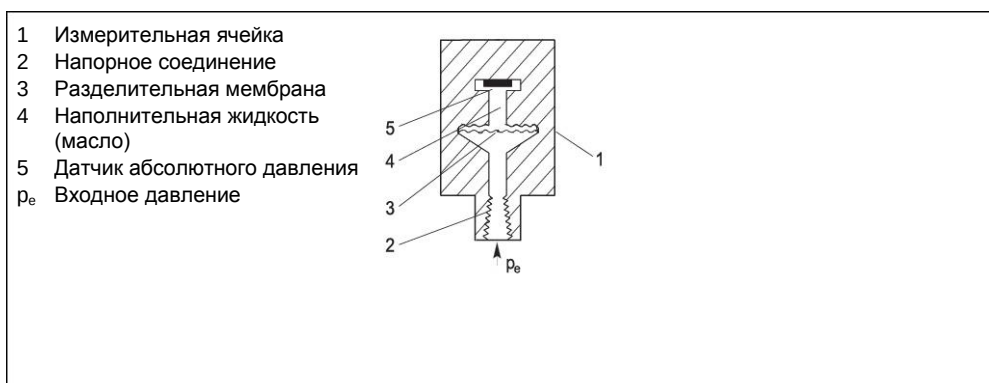

Рис. 10 Измерительная ячейка для абсолютного давления на основе серии для давления, функциональная схема
Давление передается через разделительную мембрану (№ 3 на рис. 10, стр. 20) и наполнительную жидкость (4) на датчик абсолютного давления (5), в результате чего прогибается измерительная диафрагма. Кроме того, изменяется сопротивление четырех пьезорезисторов в мостовой схеме, легированной в измерительную диафрагму. При изменении сопротивления на выходе мостовой схемы создается напряжение, пропорциональное входному давлению.